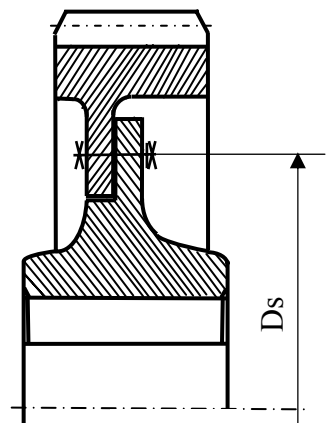

Fig.2
3. Roata dințată 4 se execută dintr-o coroană dințată, din oțel aliat, care se assemblează pe un corp turnat (din oțel) prin intermediul a $i_s = 3$ șuruburi (Fig.2). Diametrul de montaj al șuruburilor este $D_s = 270 \text{ mm}$.